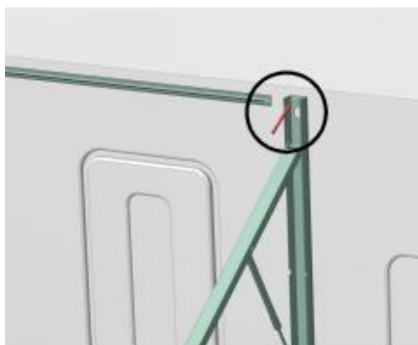

Figura D6
3.2 Tome los brazos plegables de presión de aire izquierdo y derecho, retire la cubierta de seguridad y abra los brazos plegables en el exterior del vehículo. Marque las posiciones de los orificios correspondientes (Figura D6) y taladre